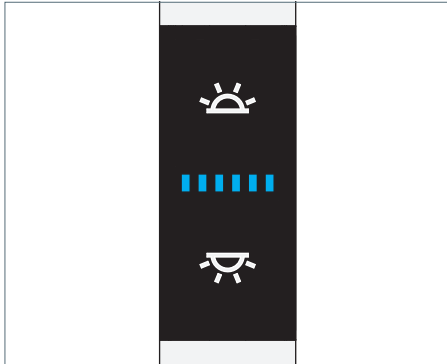

Fig. 13: Élément de commande.
- ▶ Appuyez sur la touche supérieure, voir Fig. 13.
- ▶ Appuyez sur la touche inférieure, voir Fig. 13.
- ▶ Appuyez sur la touche supérieure et tenez-la appuyée, voir Fig. 13.
- ▶ Appuyez sur la touche inférieure et tenez-la appuyée, voir Fig. 13.